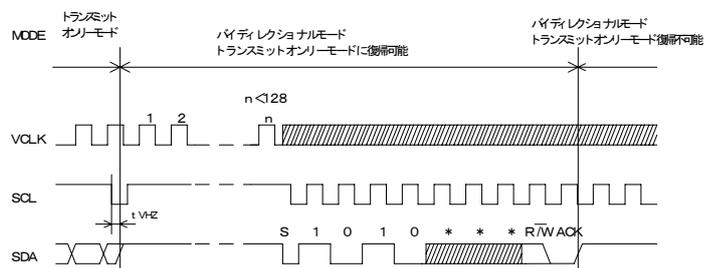

Figure 7. モードチェンジ
- 入力されたコマンドのデバイスコードが、1010 でなければ ACK は出力されず、その後の VCLK のクロック入力を 128 カウントすれば、リカバリー機能によりトランスミットオンリーモードに復帰可能です。スレーブアドレスの入力中にストップコンディションが入力された時も同様に、リカバリー機能によりトランスミットオンリーモードに復帰可能です。（Figure 7. モードチェンジ を参照ください）